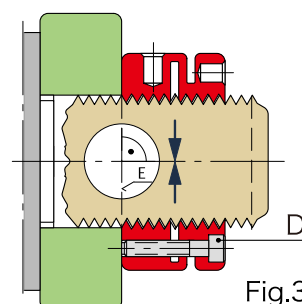

Fig.3
4.調節ねじDを規定のMA値*2の50%,75%,100%と段階的にかつ、対角的に均一に締め付けます。(Fig.3)